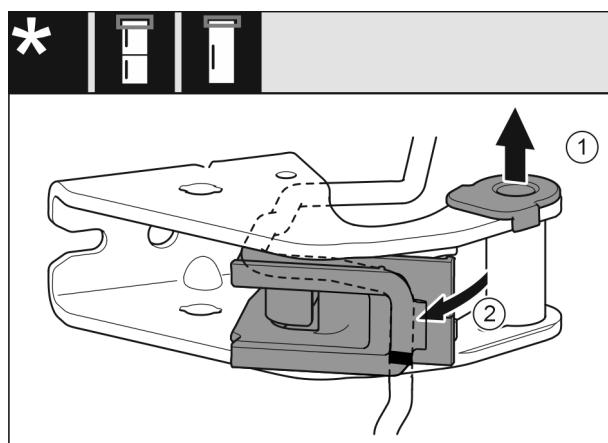

Fig. 28
- ▶ 将轴衬 Fig. 28 (1)从导向装置拉出。
- ▶ 旋出电缆支架 Fig. 28 (2)。